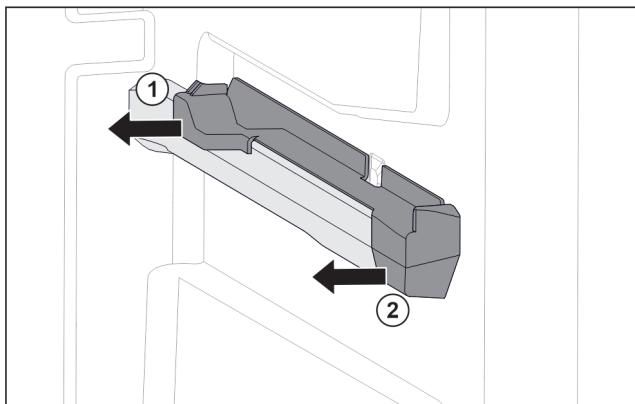

Fig. 107 Вставная часть на правом контейнерном ребре
- Отодвните вставную часть сзади в сторону. Fig. 107 (1)
- Отодвните вставную часть спереди в сторону. Fig. 107 (2)